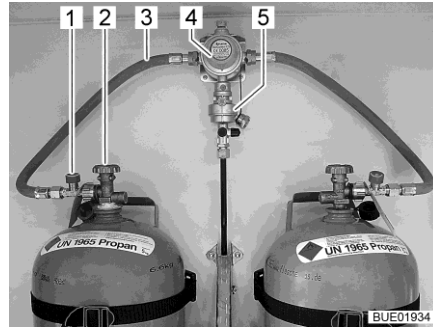
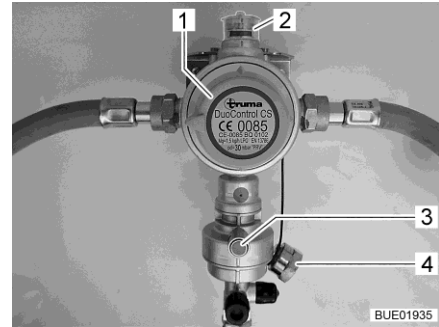

Fig. 59 Bombole del gas con DuoControl
Fig. 60 Impianto di regolazione DuoControl
L'impianto di regolazione DuoControl consiste in una valvola di commutazione (Fig. 59,4) e un sensore crash (Fig. 59,5). L'impianto di regolazione DuoControl è installato tra i tubi flessibili del gas (Fig. 59,3) con un dispositivo antirottura del tubo flessibile (Fig. 59,1). Con la manopola (Fig. 60,1) sulla valvola di commutazione è possibile stabilire quale delle bombole del gas viene utilizzata come bombola in uso e quale come bombola di riserva. Nella finestra di controllo (Fig. 60,2) viene visualizzato lo stato del rifornimento di gas:
Il funzionamento con una sola bombola del gas è consentito, ma in questi casi il collegamento aperto deve essere assolutamente chiuso con una copertura cieca (Fig. 60,4).
Il sensore crash blocca l'alimentazione del gas in caso di forti vibrazioni (es. incidente). Il sensore crash viene azionato mediante pressione del tasto reset verde (Fig. 60,3).
Il dispositivo antirottura del tubo flessibile (Fig. 59,1) blocca il flusso di gas quando il tubo flessibile collegato si rompe. Il dispositivo antirottura del tubo flessibile deve essere attivato premendo il tasto verde. Tenere premuto il tasto verde, finché non si sarà generata pressione nel tubo flessibile.
Tramite la centralina di controllo (Fig. 61) è possibile attivare e disattivare l'alimentazione del gas tramite l'impianto di regolazione DuoControl. Le valvole principali di arresto (Fig. 59,2) delle bombole del gas e i rubinetti di arresto del gas degli apparecchi devono essere aperti manualmente. Per attivare il dispositivo antirottura del tubo flessibile, vedi paragrafo "Dispositivo antirottura del tubo flessibile".
- Con la manopola (Fig. 60,1) sulla valvola di commutazione selezionare la bombola del gas, da cui proviene la principale alimentazione del gas (bombola in uso). Girare la manopola fino all'arresto.
- Aprire le valvole principali di arresto (Fig. 59,2) delle bombole del gas.
- Premere il tasto verde del dispositivo antirottura del tubo flessibile (Fig. 59,1). Nella finestra di controllo (Fig. 60,2) viene visualizzato il simbolo verde.
- Chiudere le valvole principali di arresto (Fig. 59,2) delle bombole del gas.
Se la spia di controllo verde (Fig. 61,6) si spegne durante il funzionamento e la spia di controllo rossa (Fig. 61,5) si accende, significa che la bombola in uso è vuota e deve essere sostituita. Nella finestra di controllo (Fig. 60,2) viene visualizzato il simbolo rosso. La bombola di riserva continua ad alimentare le utenze a gas.
- Ruotare di mezzo giro la manopola (Fig. 60,1) in direzione della bombola del gas utilizzata. In questo modo questa bombola del gas ora è la bombola in uso, mentre la bombola del gas vuota diventa la bombola di riserva. Il simbolo nella finestra di controllo (Fig. 60,2) passa da rosso a verde.
- Chiudere la valvola principale di arresto (Fig. 59,2) della bombola del gas vuota. Osservare la direzione della freccia.
- Premere il tasto verde del dispositivo antirottura del tubo flessibile (Fig. 59,1).